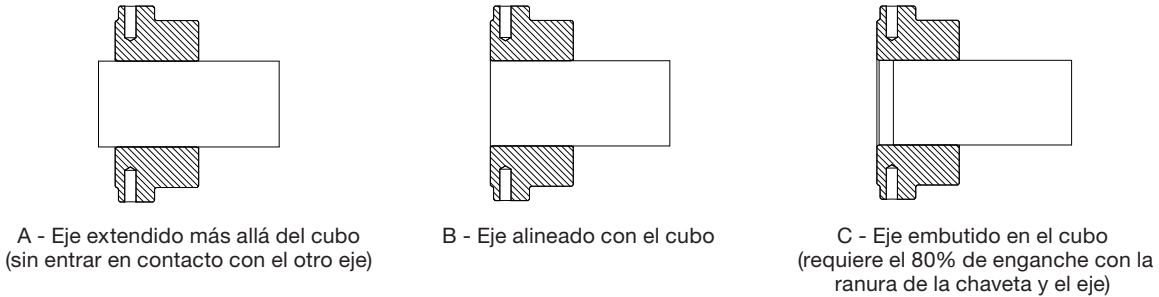

Figura 1 - Opciones de montaje de cubos
2. Si es necesario, los cubos se pueden montar con el eje extendido más allá del cubo, alineado con él, o bien embutido, tal como se aprecia en la figura 1.
2. El cubo debe ir montado y engancharse al 100% con la ranura de la chaveta y el eje, tal como se aprecia en los segmentos "A" o "B" de la figura 1.